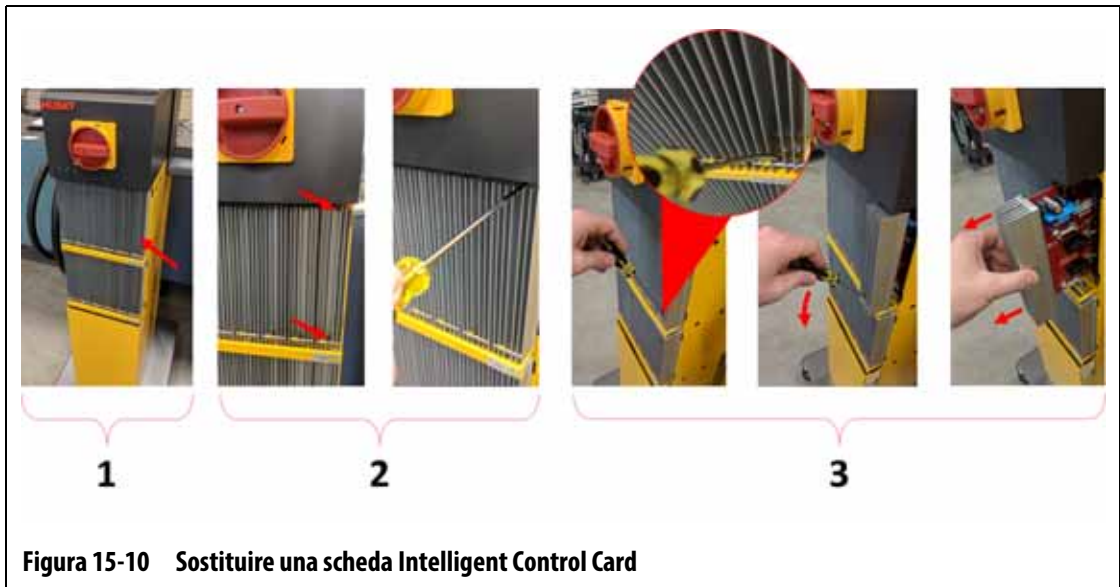

Figura 15-10 Sostituire una scheda Intelligent Control Card
1. Individuare il port scheda contenente la scheda ICC² o ICC³ che presenta il guasto. Consultare l'immagine numero 1 nella Figura 15-10. Usare la funzionalità di Layout scheda sullo schermo per trovare più facilmente la scheda.
4. Allentare i fissaggi superiori e inferiori scanalati sul dissipatore di calore dai filetti femmina sull'armadietto. Consultare l'immagine numero 2 nella Figura 15-10.
5. Far scorrere un cacciavite tra il montante color argento e la sporgenza sull'armadietto e far delicatamente leva per far uscire la scheda. Consultare l'immagine numero 3 nella Figura 15-10.
1. Individuare il port scheda contenente la scheda ICC² o ICC³ che presenta il guasto. Consultare l'immagine numero 1 nella Figura 15-10.